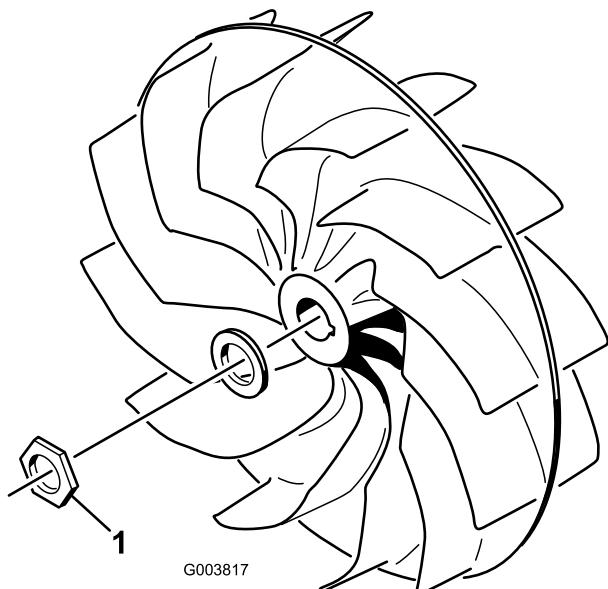

Figure 16
- Serrez les vis de fixation du ventilateur (Figure 16) à 677 Nm.